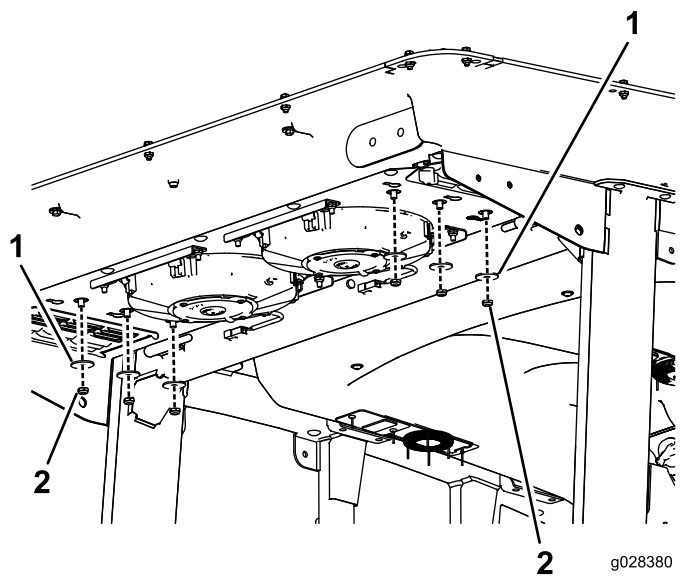

Рисунок 137
- Отверните 6 гаек и снимите шайбы вниз в задней части кабины (Рисунок 137).